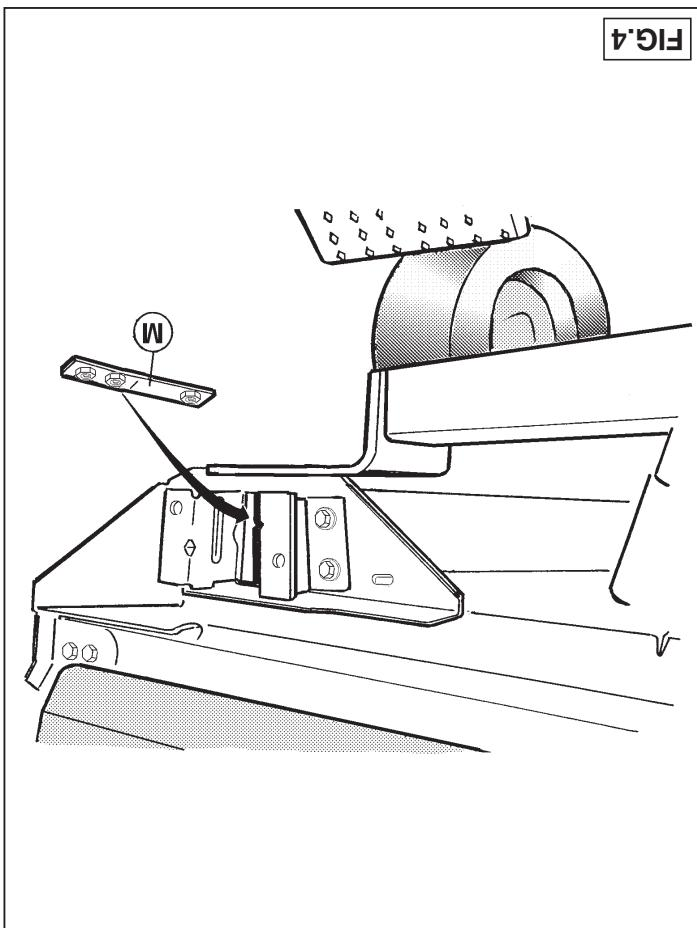

FIG.4
- Plaats de hulpstukken C aan de achterzijde van het achterpaneel t.p.v. het linker en rechter chassis. Bevestig acht bouten M10x30 inclusief sluitringen ø25x10.5x4 veerringen en moeren overeenkomstig schets. Schuif de contra's L en M in respectievelijk het linker en rechter chassis. Contra M is aangegeven in fig.4. Plaats de trekhaak en bevestig deze t.p.v. de punten B d.m.v. twee bouten M12x50 inclusief sluit-en veerringen.
2. Die Zubehörteile C an der Rückseite der Rückverschalung beim linken und rechten Fahrgestell anbringen. Acht M10x30-Schrauben einschließlich Unterlegscheiben, Ø25x10.5x4-Federringe und Muttern gemäß Skizze befestigen. Die Gegenplatten L und M in das linke bzw. rechte Fahrgestell schieben. Gegenplatte M ist in Abb. 4 angegeben. Die Anhängervorrichtung anlegen und bei den Punkten B mit zwei M12x50-Schrauben einschließlich Unterlegscheiben und Federringe befestigen.
2. Positionner les pièces auxiliaires C à l'arrière du panneau arrière à l'emplacement des châssis droit et gauche. Fixer huit boulons M10x30, y compris les rondelles de blocage Ø25x10.5x4, les rondelles grower et les écrous conformément au croquis. Glisser les contre-plaques L et M respectivement dans les châssis droit et gauche. La contre-plaque M est indiquée à la fig. 4. Positionner l'attache-remorque et la fixer à l'emplacement des points B à l'aide de deux boulons M12x50, y compris les rondelles grower et de blocage.